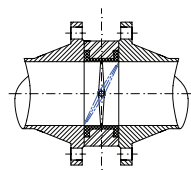

рис. 2
2. Перед началом монтажа убедитесь, что внутренний диаметр фланцев соответствует номинальному диаметру дискового затвора (рис.2). Затворы рекомендуем монтировать таким образом, чтобы вал затвора был в горизонтальном положении ($\pm 30^\circ$) и открытие диска (подъем